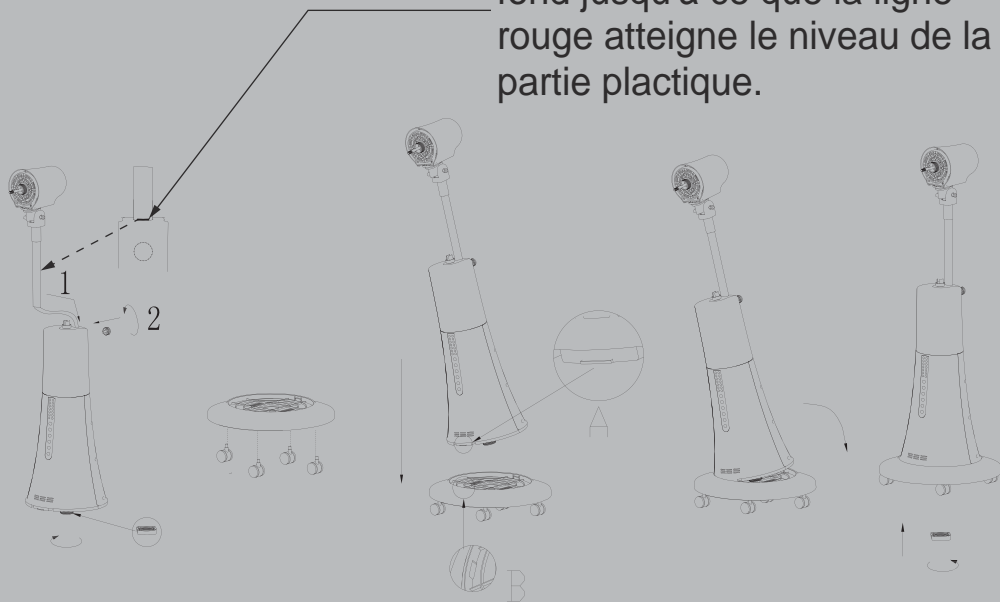

Fig 1
1. Montage du bloc moteur, de la base et du corps du ventilateur (Fig 1).